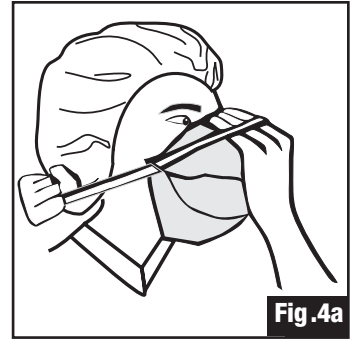

Fig. 4a
- 4a. Pull one strap over your head and position it around the neck below your ears (Fig. 4a).
- 4a. Passer ensuite une courroie par-dessus la tête et la placer autour du cou, sous les oreilles (Fig. 4a).
- 4a. Después jale una banda sobre la cabeza y colóquela alrededor del cuello, debajo de las orejas (Fig. 4a).